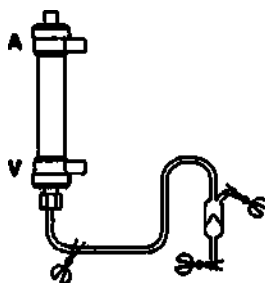

Рис.2
- 4) Подсоедините венозную магистраль к венозному входу диализатора (Рис. 2).